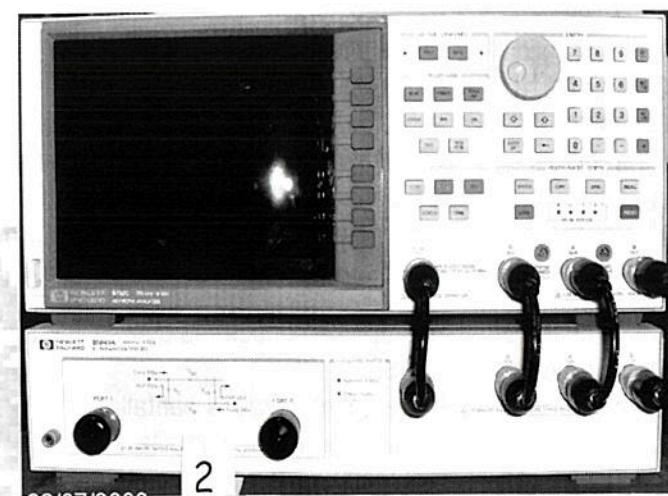
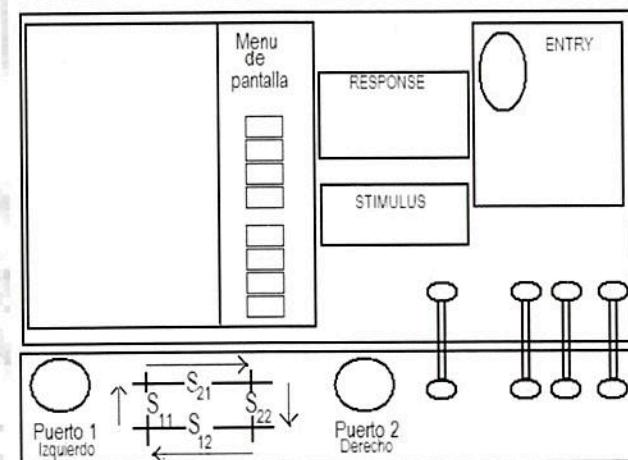

Figura No. 1
Figura No. 2
Paso 1.- Antes de encender el aparato, se deben conectar a los puertos del analizador los cables requeridos para la prueba. El aparato tiene teclas en la carátula y también en la pantalla, con las que se efectúan todas las operaciones. La Figura No. 1 muestra una fotografía del equipo y la Figura No. 2 indica las aéreas involucradas en la calibración. Se recomienda memorizarlas antes de iniciar la calibración